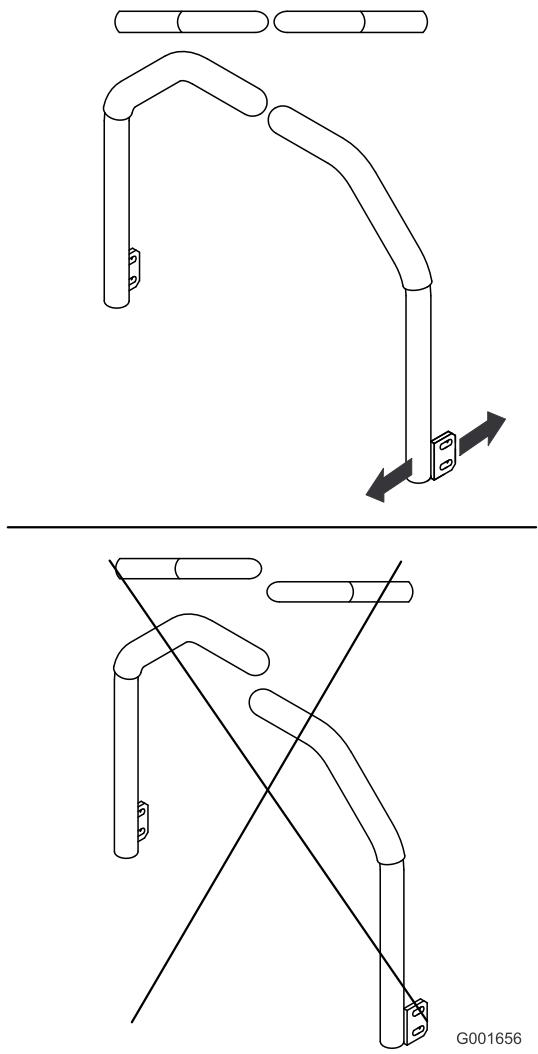

**Figura 66**
3. Afloje los pernos que sujetan las palancas de control (Figura 66).